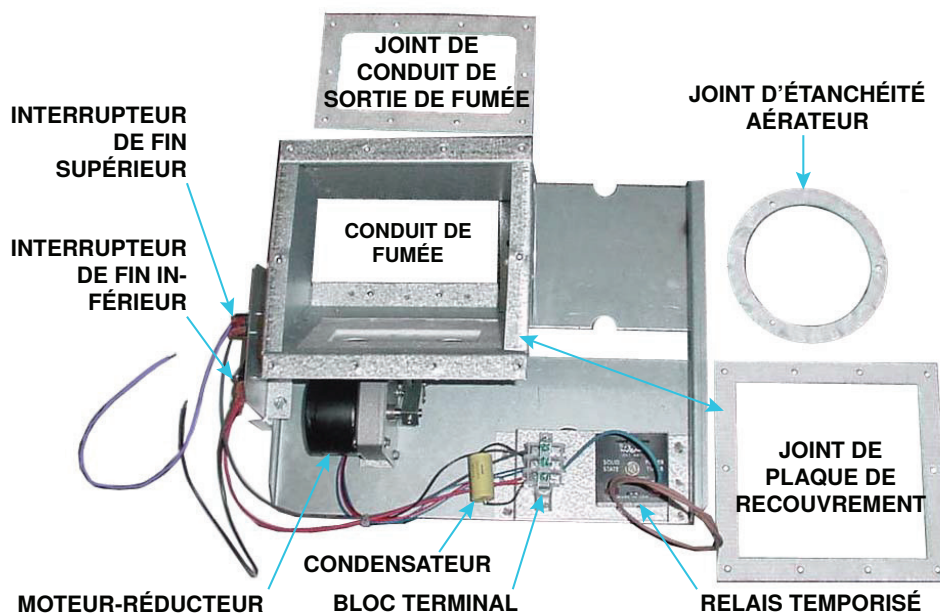

Figure 8. Ensemble de remplacement pour conduit de fumée et registre
L'ensemble conduit de fumée et registre avec actionneur solénoïde—utilisé sur les unités avec option de contrôle de gaz modulant AG39, AG40, AG41 ou AG42 (modèles de fournaise à conduit RP, HRPD et SC et modèles de traitement d'air RPB, RPBL, SCE et SSCBL)—a été remplacé par un ensemble conduit de fumée et registre avec un moteur-réducteur. Pour faciliter le remplacement, le nouveau conduit de fumée, le registre d'air de combustion et le moteur-réducteur sont préassemblés et câblés en usine. Remplacez l'assemblage (voir **Figure 8**) comme suit (les numéros d'articles entre parenthèses se réfèrent au **Tableau 9**) :
5. Installer le conduit de fumée et l'ensemble de registre remplacement (1) avec moteur-réducteur (voir Figure 8) :
- a. Installez le joint de sortie de conduit de fumée de remplacement (4) et la plaque de restriction retirée à l'étape 4e et fixez le conduit de fumée et l'ensemble de registre de remplacement (1) au chauffe.